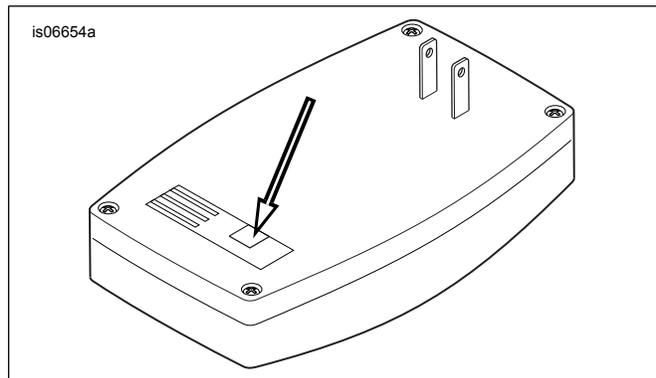

Figura 2. Receptor do mecanismo de abertura da porta da garagem, vista traseira
7. Veja Figura 2 . Ligue o conector do conjunto de cabos do receptor do mecanismo de abertura da porta da garagem Harley-Davidson na parte traseira do receptor do mecanismo de abertura de porta de garagem Harley-Davidson no local exibido.